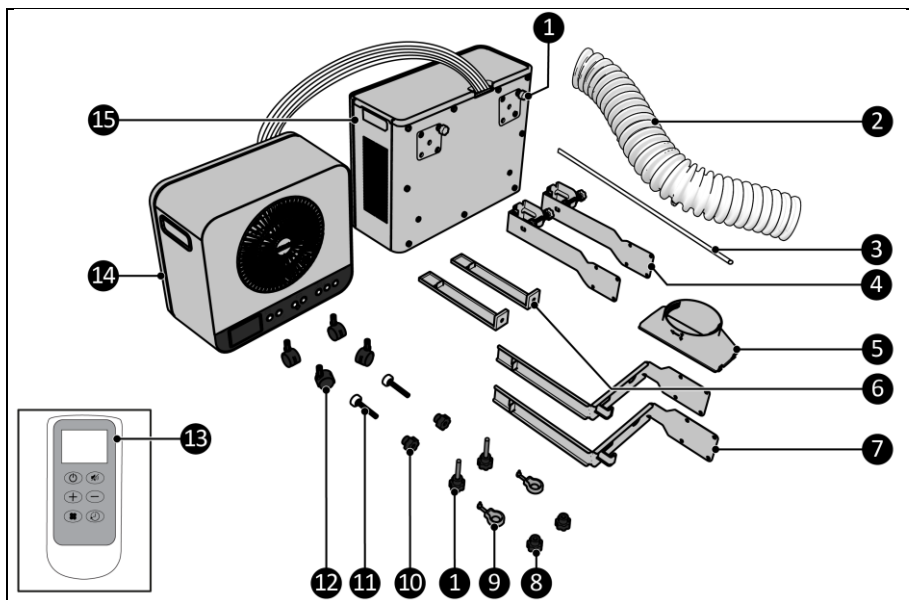
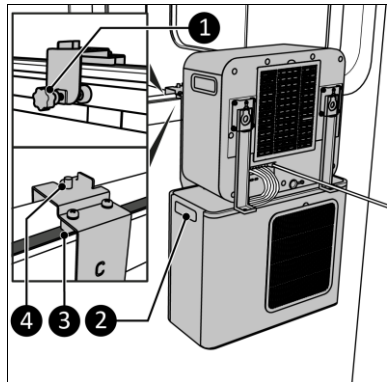
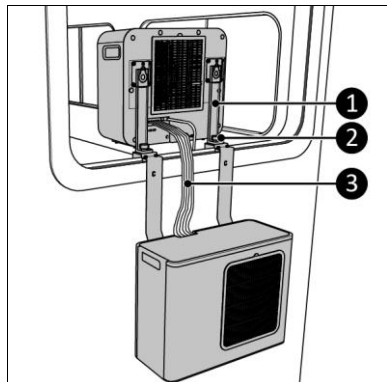

Figure 2
Figure 9
Figure 10
Cet appareil EUROM est un climatiseur portable facile à utiliser pour caravanes et habitations (figure 2). Il peut être utilisé dans une caravane ou un camping-car et à l'intérieur dans une habitation. L'appareil assure un refroidissement continu et produit de l'eau condensée.
9. Placez l'unité complète dans la fenêtre en utilisant les poignées latérales de l'unité extérieure (figure 9, pos. 2). Assurez-vous que les blocs gris (figure 9, pos. 3) se trouvent dans le joint de la fenêtre.
10. Serrez les boulons (figure 9, pos. 1) à la main sur la caravane.
11. Veillez à avoir les capuchons des vis (figure 2, pos. 8) à portée de main pour les filets du support (figure 9, pos. 4).
12. Soulevez l'unité intérieure par la fenêtre et placez les crochets (figure 10, pos. 1) sur les extrémités filetées (figure 10, pos. 2).
13. Serrez les capuchons de vis (figure 2, pos. 8) sur les filets (figure 10, pos. 2).
15. Le tuyau de réfrigérant (figure 10, pos. 3) est guidé entre l'unité intérieure et l'unité extérieure. Évitez que le tuyau de réfrigérant ne réalise une courbe inférieure à 30 mm.